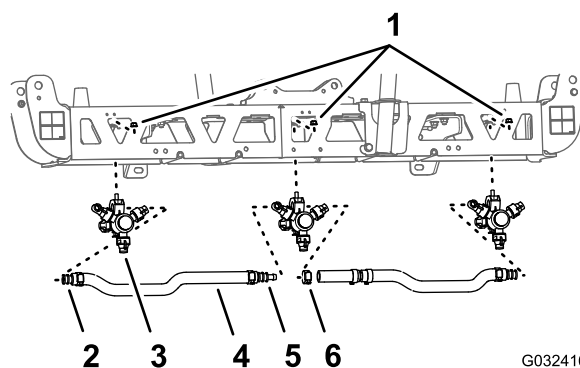
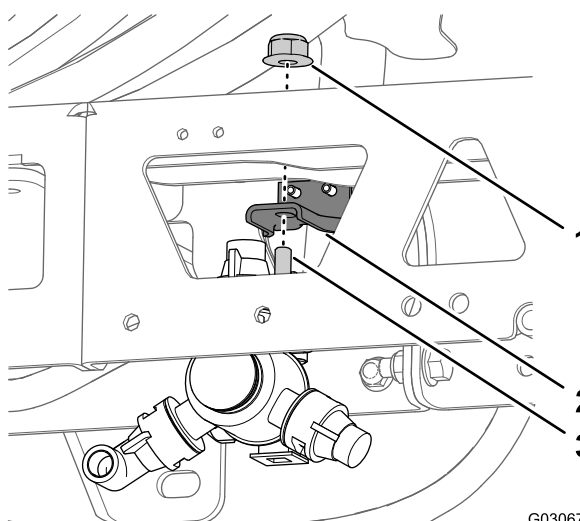

Figure 48
Figure 49
1. Sur la section de pulvérisation centrale, retirez le contre-écrou à embase qui fixe la buse de pulvérisation à son support (Figure 48 et Figure 49).
- Déposez la buse de la section de pulvérisation centrale (Figure 48 et Figure 49).
- Retirez les flexibles (3/4" diamètre int.), les anneaux cannelés, les colliers et le raccord en T cannelé de la section de pulvérisation centrale (Figure 48).